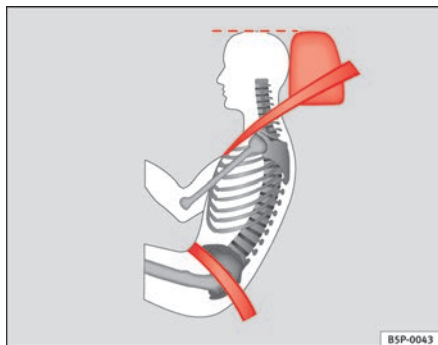

Fig. 13 Posição da faixa do cinto de segurança e do encosto de cabeça regulados correctamente, vistos de lado
- A faixa inferior do cinto de segurança deve passar na zona pélvica, mas nunca por cima do abdómen. O cinto de segurança deve ficar esticado e bem ajustado à zona pélvica ⇒ fig. 13. Se necessário, encurtar um pouco a faixa do cinto de segurança.